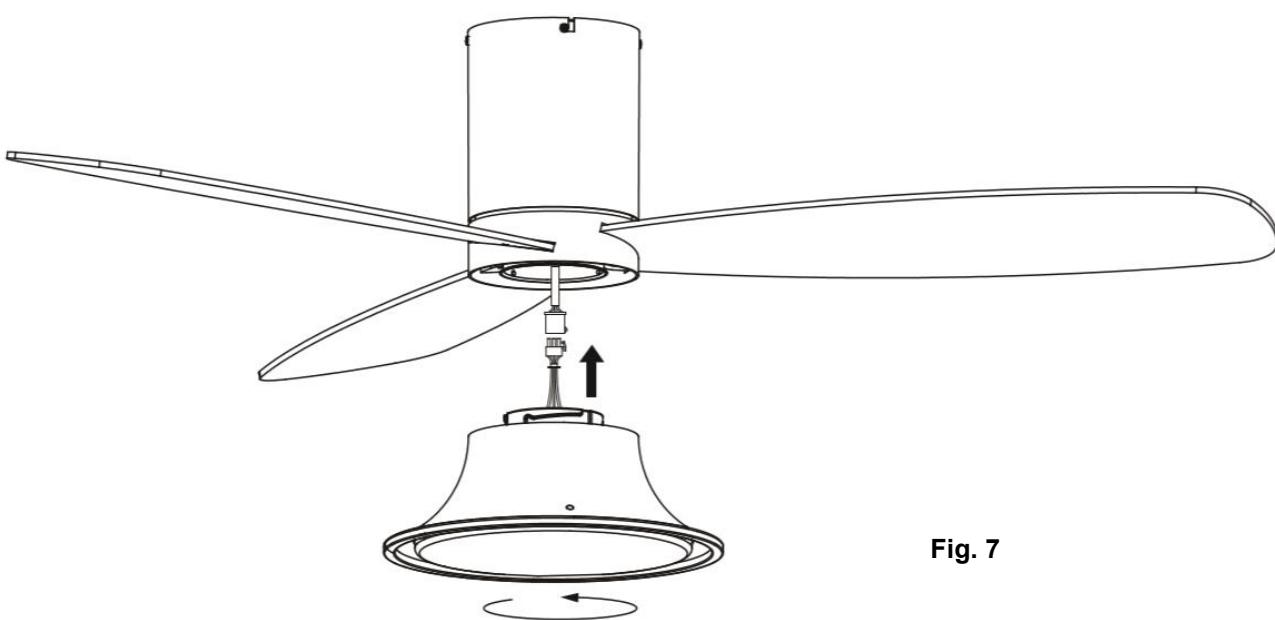

Fig. 7
**INSTALACIÓN DE LA LÁMPARA LED (FIG. 7)**